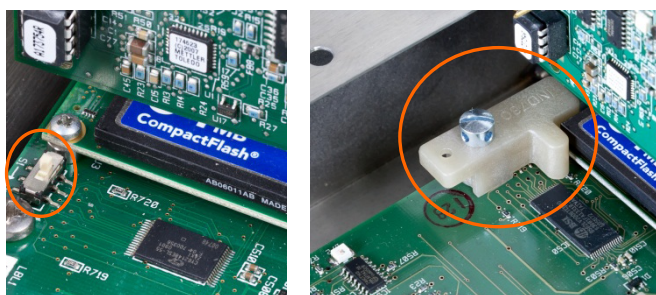

Abbildung 2-113: Metrologie-Sicherheitsschalter (links) und installierte Abdeckung (rechts)
2. Die Sicherheitsabdeckung installieren, um den Zugriff auf S-1, den in Abbildung 2-113 gezeigten Metrologie-Sicherheitsschalter, und die Hauptplatinschalter zu verhindern.